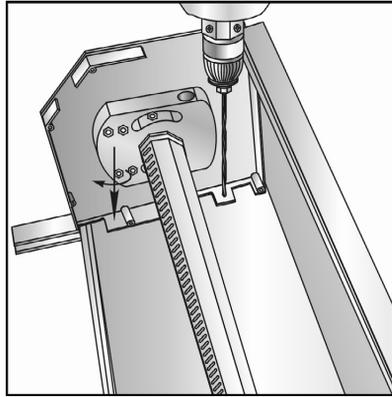
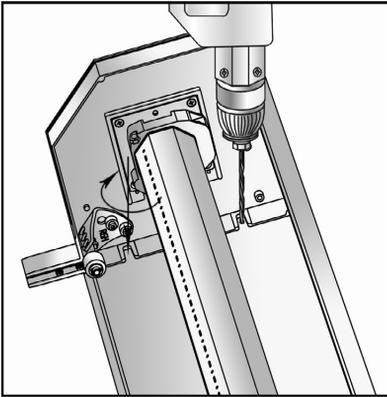

Abb.2.8
Abb.2.9
- Bei der Montage vor der Öffnung sind zwei Löcher in der hinteren Umbördelung jeder Blendenkappe zu bohren (Abb.2.8). Falls es in der hinteren Wand der Blendenkappe Löcher zur Montage gibt, dann ist es vorteilhaft, diese Löcher für die Befestigung zu verwenden (Abb.2.9);